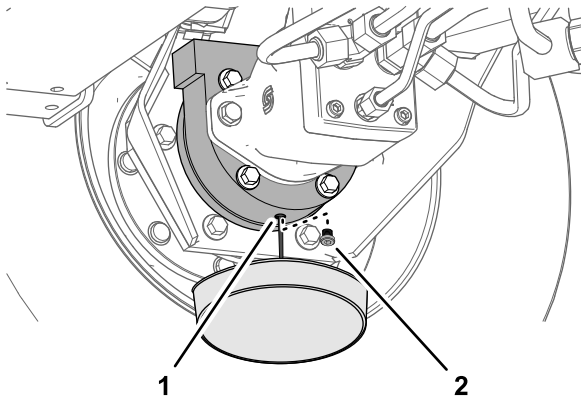

図 62
- ブレーキハウジングの下に容器を置き、プラグを外してオイルを抜く図 62。